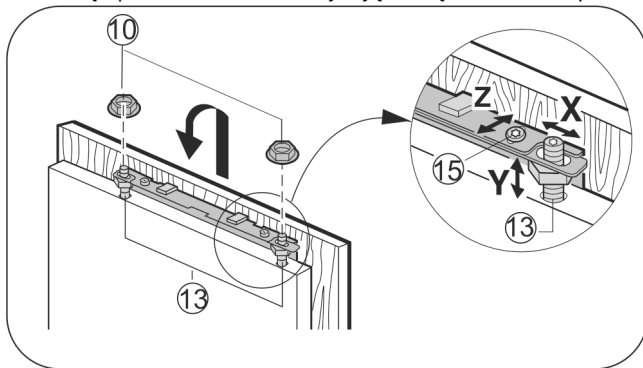

Fig. 27
- ▶ Zawiesić drzwi meblowe na sworzniach regulacyjnych Fig. 27 (13) i lekko nakręcić nakrętki zabezpieczające Fig. 27 (10) na sworznie regulacyjne.
- ▶ Ustawianie drzwi meblowych na wysokość Y i pochylenie boczne: za pomocą śrubokrętu ustawić sworznie regulacyjne Fig. 27 (13).
- ▶ Dokręcić nakrętki zabezpieczające Fig. 27 (10).